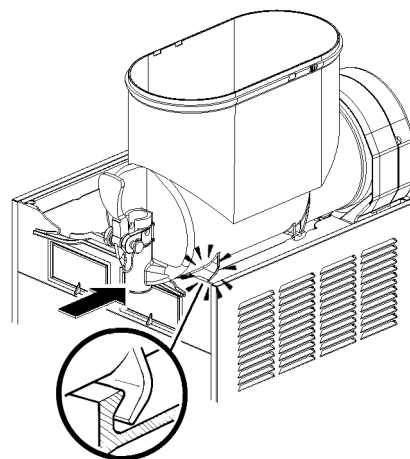

figure 17
- 7 Monter le réservoir et le pousser vers la paroi postérieure, en s'assurant qu'il s'adapte parfaitement au joint et que, en même temps, ses crochets inférieurs soient engagés dans les saillies prévues à cet effet sur le plan égouttoir (voir figure 17).